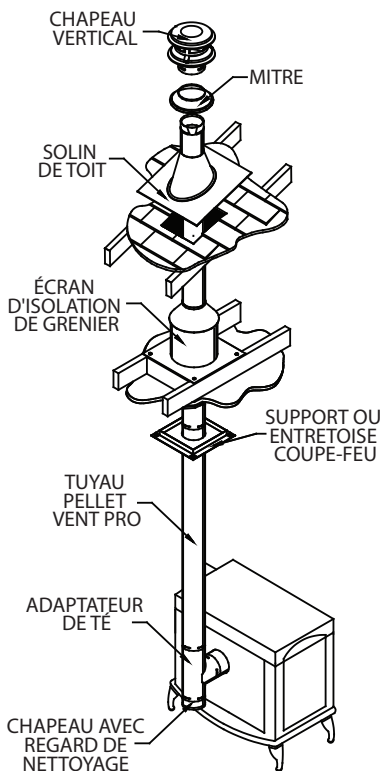

Figure 10
**3.** Si la sortie du conduit de fumée est à l'arrière du poêle et qu'une installation intérieure est désirée (**Figure 10**):